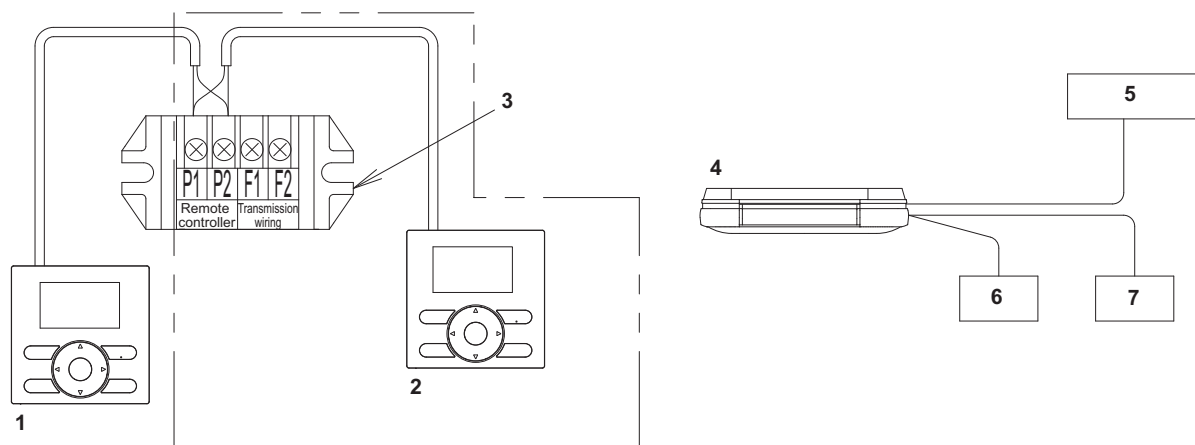

Bild 46
(1) Ta bort kontrollboxens lock enligt "8-3. Metod för kabelanslutning".
(2) Utför ytterligare kabeldragning från fjärrkontroll 2 (slav) till terminalerna (P1•P2) för fjärrkontrollkablar till kopplingsplint (X1M) i reglerboxen. (Ingen polaritet.) (Se bild 46)